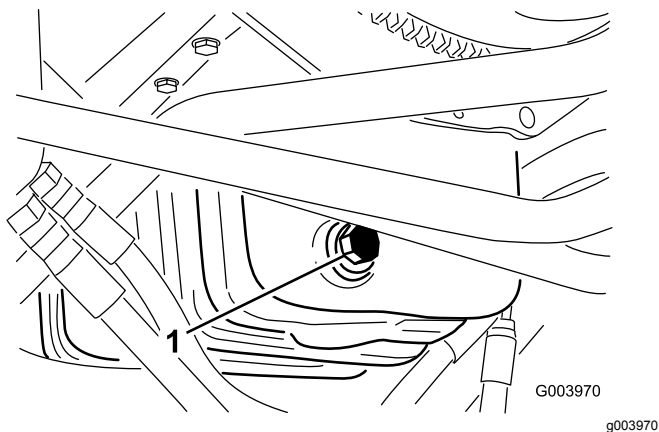

Figura 50
1. Retire el tapón de vaciado (Figura 50) y deje fluir el aceite a un recipiente apropiado.